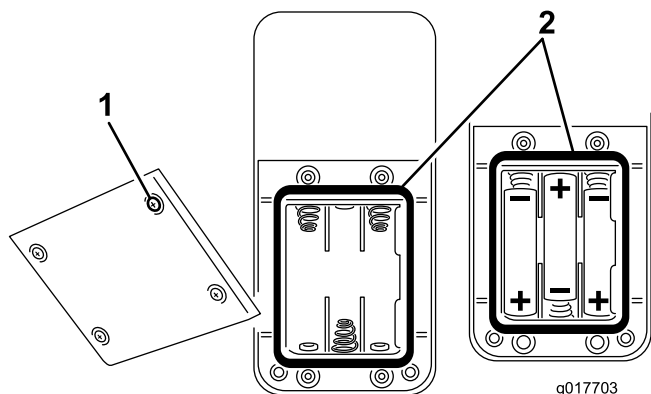

Figura 31
2. Para instalar pilas en un compartimento vacío, instale tres pilas nuevas tamaño AAA. Asegúrese de que orientar las pilas según se indica en Figura 31.
3. Para cambiar pilas gastadas, retire las pilas usadas e instale tres pilas nuevas tamaño AAA. Asegúrese de que orientar las pilas según se indica en Figura 31.